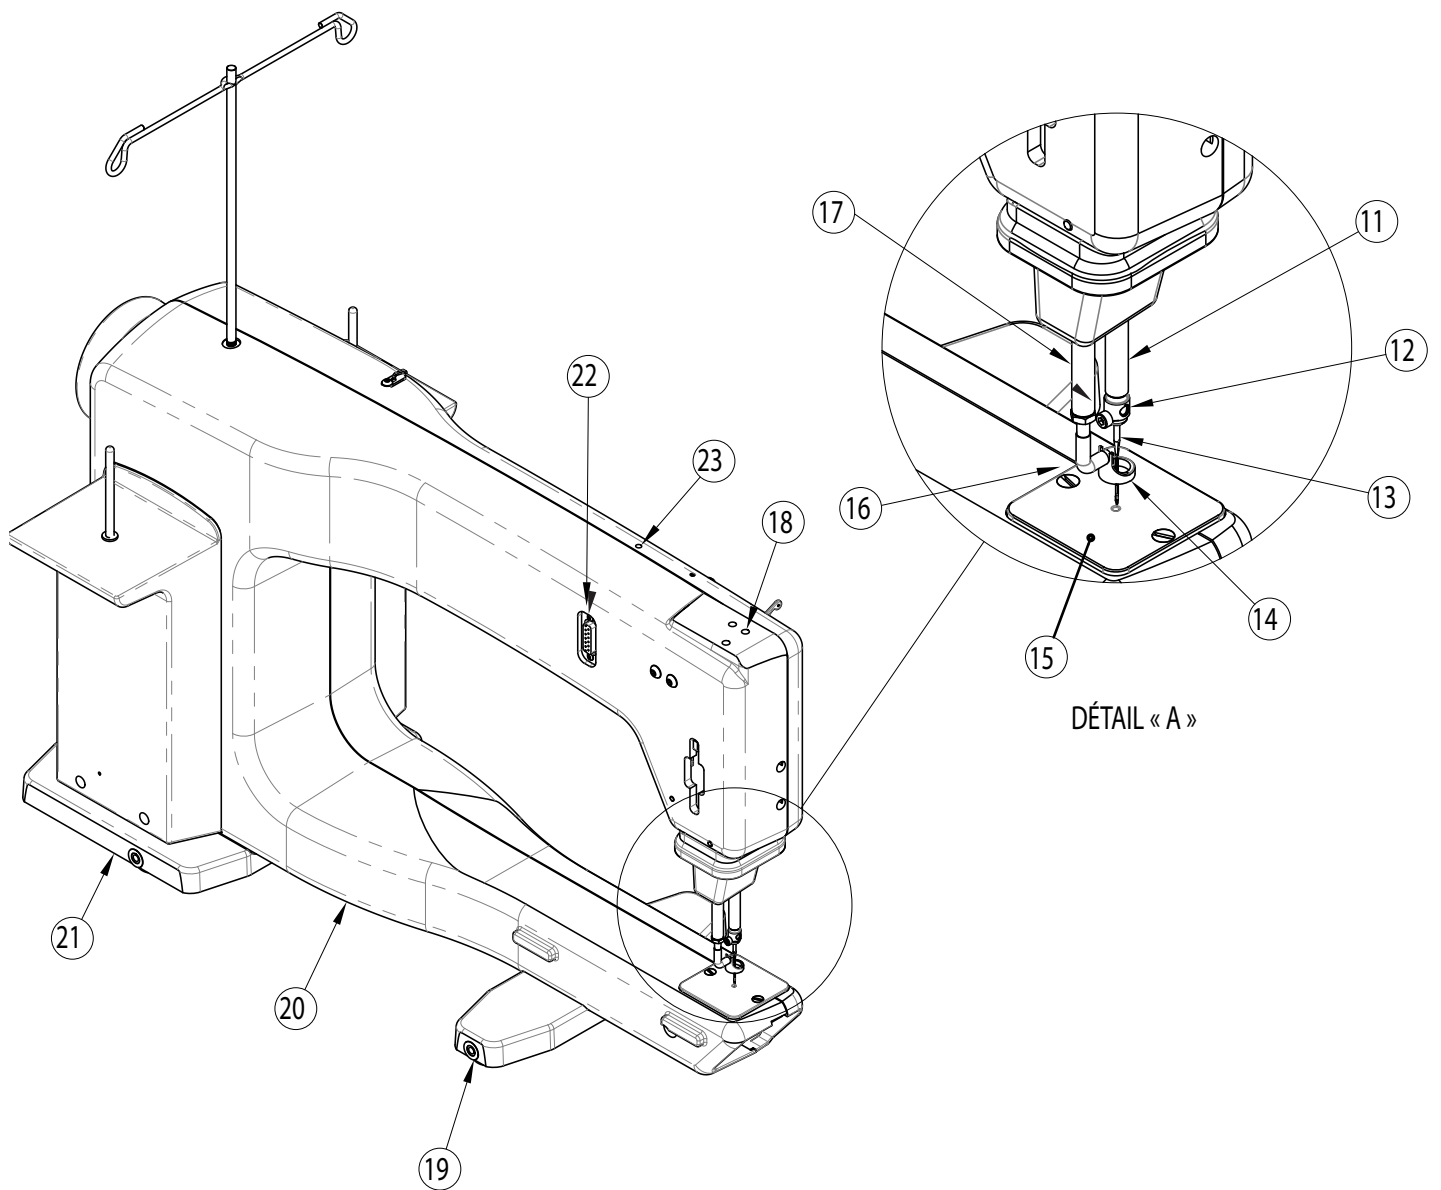

Figure 2
2. Il y a trois trous sur le dessus de la tête de la machine (voir **page 6, figure 2, n° 17**). Seuls les deux trous alignés sont utilisés. Ignorez le troisième trou situé sur le côté de ces deux trous.
5. Branchez l'autre extrémité du câble à la prise de l'écran située sur le côté de la machine (**page 6, figure 2, n° 21**).